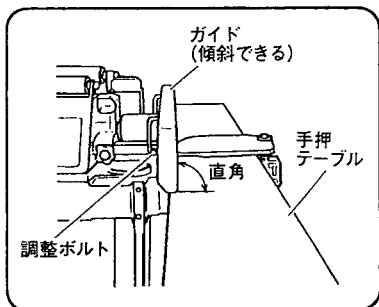

図 13
(1) 調整ボルト(2本)を付属の両口スパナ(13mm)でゆるめ、手押テーブルとガイドを直角に調整します。(図13)